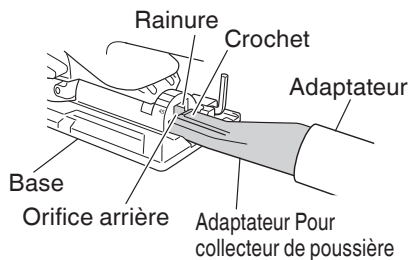

Fig. 20
- (5) Insérer le adaptateur pour collecteur de poussière dans l'orifice arrière de la base jusqu'à ce que le crochet s'enclenche dans la rainure. (Fig. 20)
- (6) Appuyer sur le crochet pour retirer le adaptateur pour collecteur de poussière.